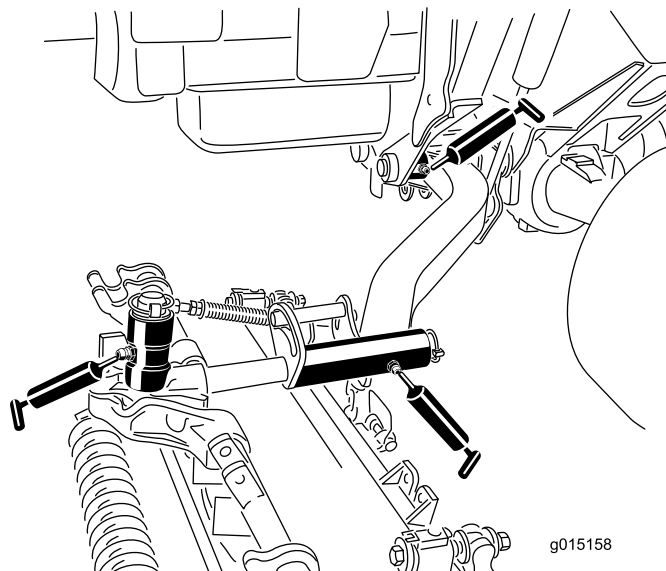

Figura 83
- Boccole girevoli (1 per piatto di taglio) del braccio di sollevamento (**Figura 83**).
- Telaio portante dell'apparato di taglio (2 per apparato) (**Figura 83**)
- Perno del braccio dell'apparato di taglio (1 per apparato) (**Figura 83**)